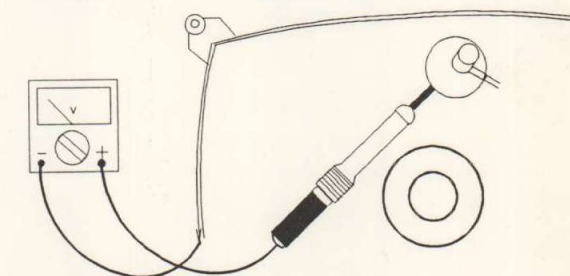

Fig. 3.1
2. Om beschadiging van IC's en transistoren te voorkomen moet iedere overslag van de hoogspanning worden vermeden. Om beschadiging van de beeldbuis te voorkomen, moet de methode, aangegeven in Fig.3.1, toegepast worden om de beeldbuis te ontladen. Maak gebruik van een hoogspanningsprobe en een universeelmeter (positie DC-V). Ontlaad totdat de uitslag op de meter 0V is (na ca. 30s).